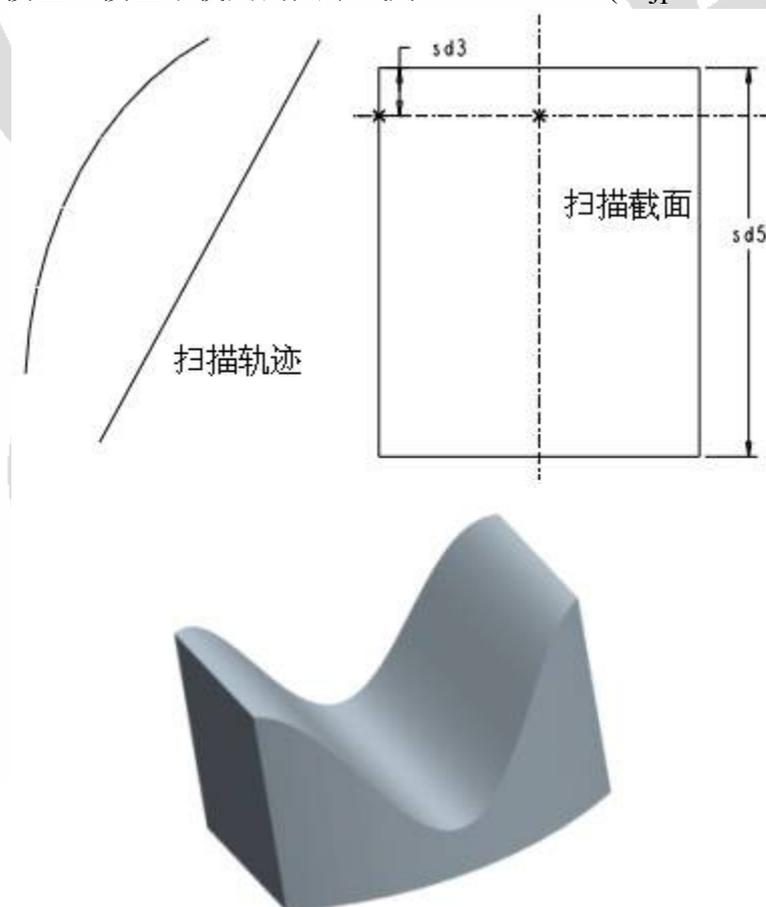

图 9-4 练习 9-2 操作示意图
【练习 9-2】： 打开附盘 “\ch09\9-2.prt” 文件，使用【关系式】、【可变剖面扫描】命令建立如图 9-4 所示的零件模型。模型中使用的关系式为： $sd5=25*\cos(trajpar*360)+40$ 。
2. 单击  按钮，进入草绘状态，绘制如图 9-4 所示的矩形剖面，并添加关系式。